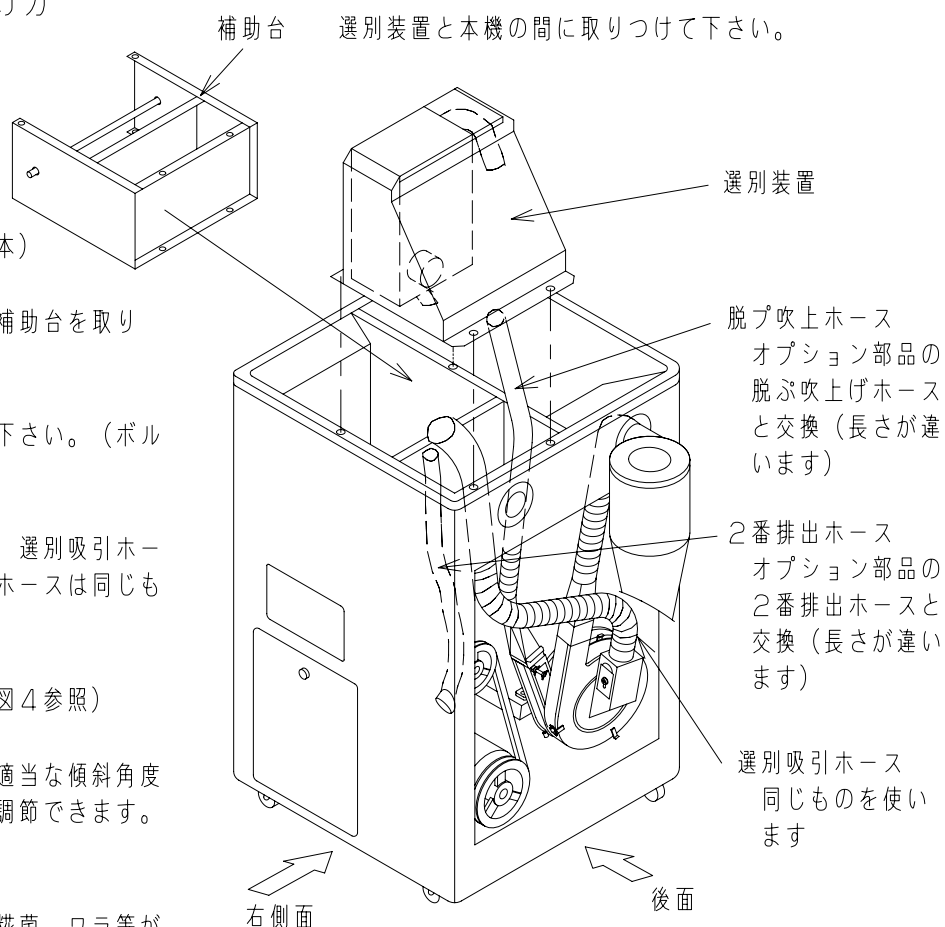

図1
3. 選別装置を取り付けてあったネジで補助台を取り付けて下さい。(図1参照)